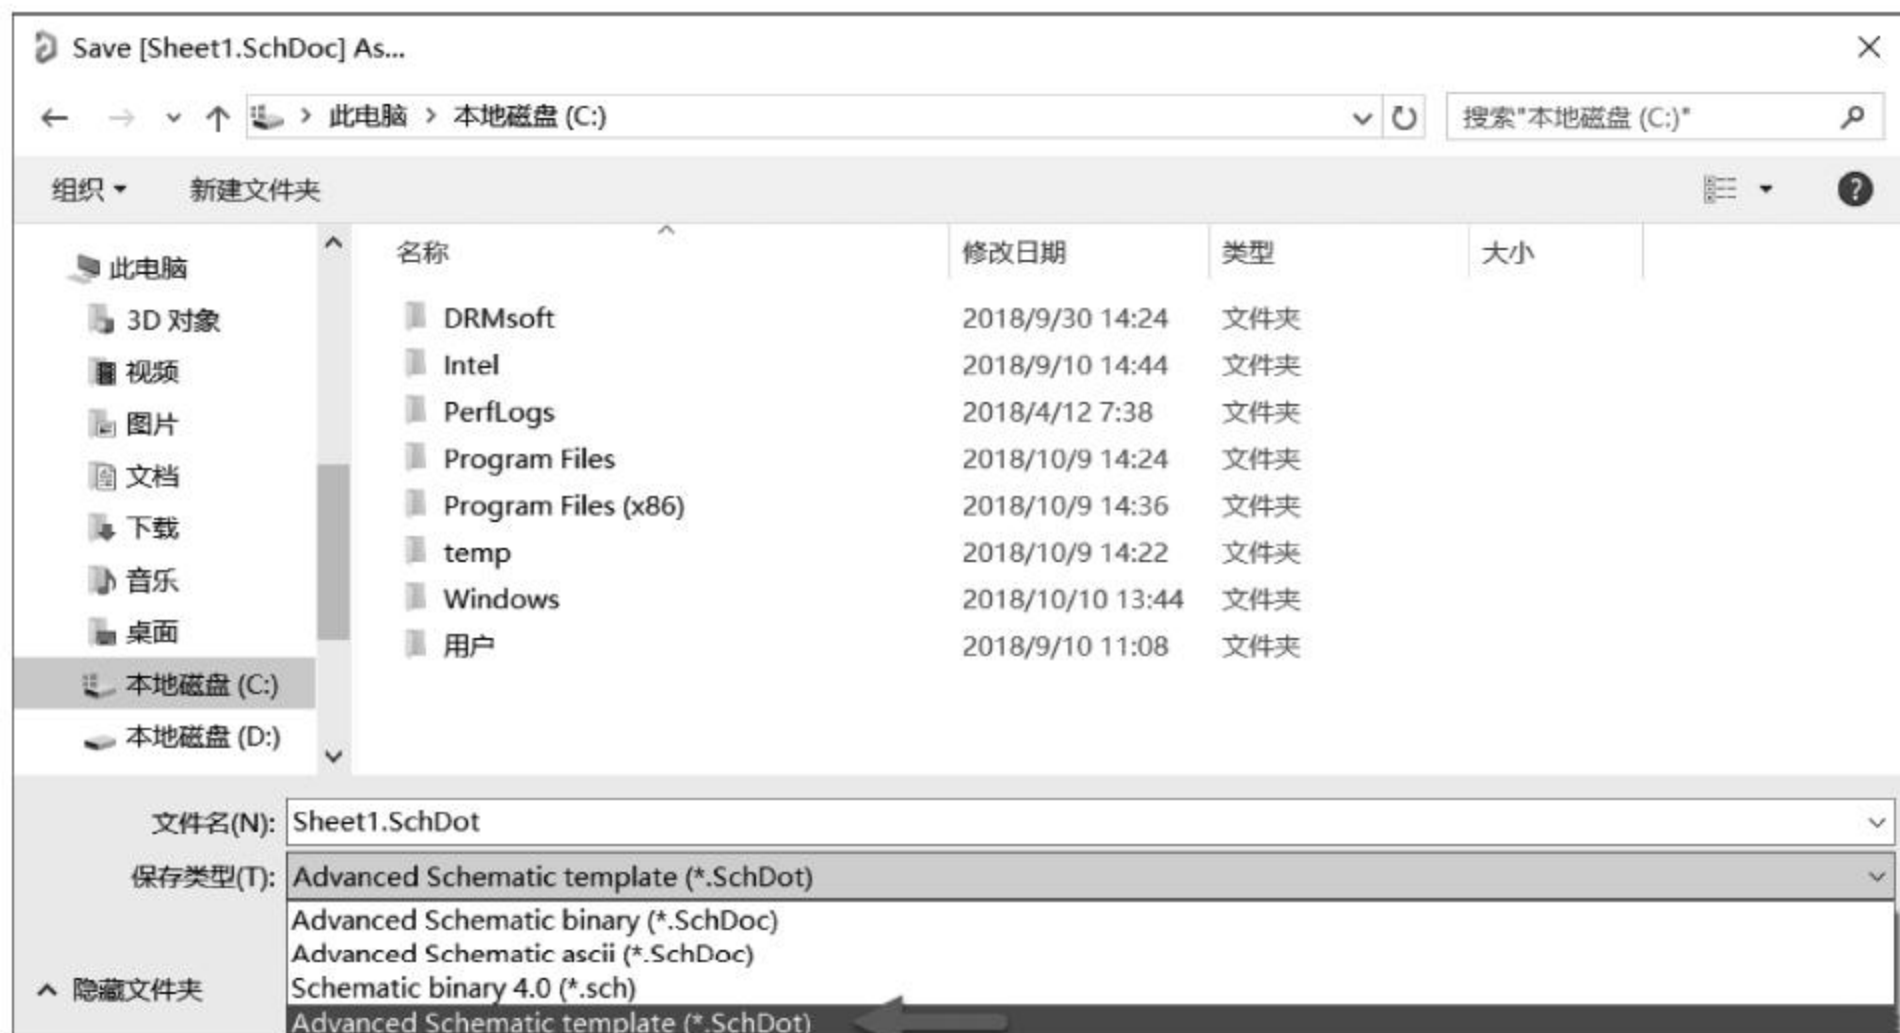

图 4-13 保存模板
(6) 创建好模板后,执行菜单栏中“文件”→“另存为”命令,在弹出的对话框中输入“文件名”(在此保持默认设置),设置“保存类型”为 Advanced Schematic template(\*.SchDot),然后单击“保存”按钮,即可保存创建好的模板文件,如图 4-13 所示。